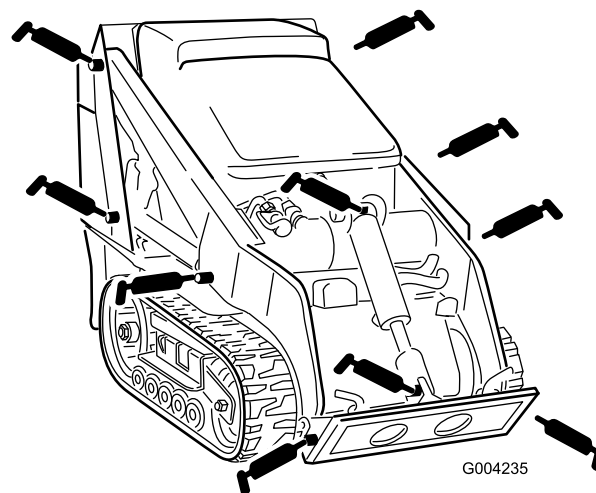
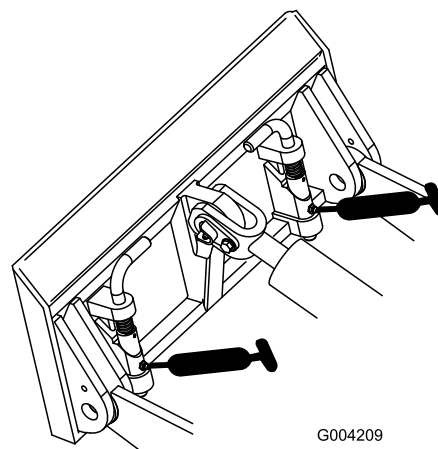

Figura 24
Figura 25
3. Conecte una pistola de engrasar a cada punto de engrase (Figura 24 y Figura 25).